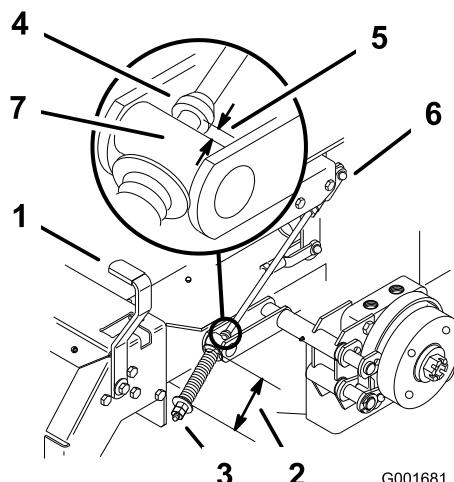

Bild 48
2. Messen Sie die Länge der Feder zwischen den Scheiben, die 74 mm betragen sollte (Bild 48).
- A. Lockern Sie die Klemmmutter unterhalb der Feder und ziehen Sie die Mutter direkt unter dem Joch an (Bild 48).
6. Messen Sie die Entfernung zwischen der Drehzapfenrolle und dem Kranz an der Bremsstange. Der Abstand sollte 5 bis 7 mm betragen (Bild 48).
- B. Drehen Sie die unteren Einstellmuttern, bis Sie die richtige Einstellung erhalten (Bild 48).